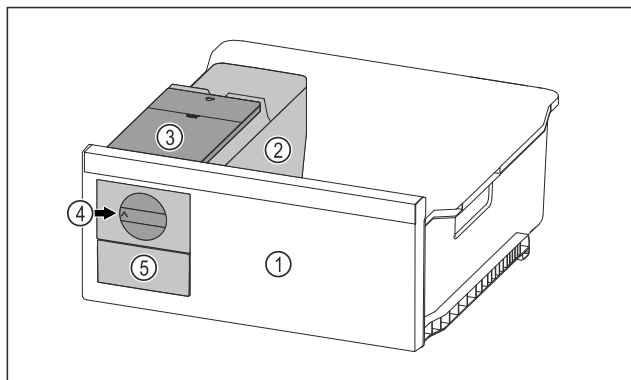

Fig. 28 Ilustrační zobrazení
- ▶ Otočte otočný knoflík Fig. 28 (4) ve směru hodinových ručiček až na doraz.
- ▷ Kostky ledu padají z misky na kostky ledu do zásuvky na kostky ledu Fig. 28 (5).